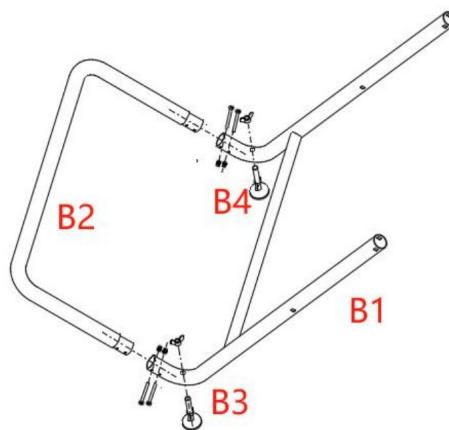

Figura 2
(Figura 2)
4. Coloque la pieza B1 plana como se muestra en la Figura 2, alinee los tubos de acero de la pieza B2 con los orificios de la tubería de acero en ambos extremos de la pieza B1, insértelelos y alinéelos con los pequeños agujeros en el lateral. Tome dos M5 * 35 tornillos y rosca a través de la cara exterior, luego apriete la tuerca de nailon M5. Bloquee la otra Perno de la misma manera.